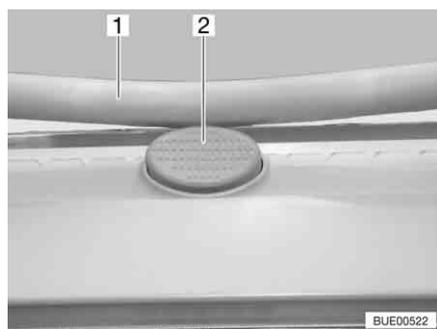

Fig. 57 Botón de seguridad en la claraboya Heki
- Pulsar el botón de seguridad (Fig. 57,2) y tirar la horquilla (Fig. 57,1) hacia abajo con ambas manos.
- Presionar el estribo hacia arriba con ambas manos hasta que la horquilla se encuentre encima del botón de seguridad (Fig. 57,2).